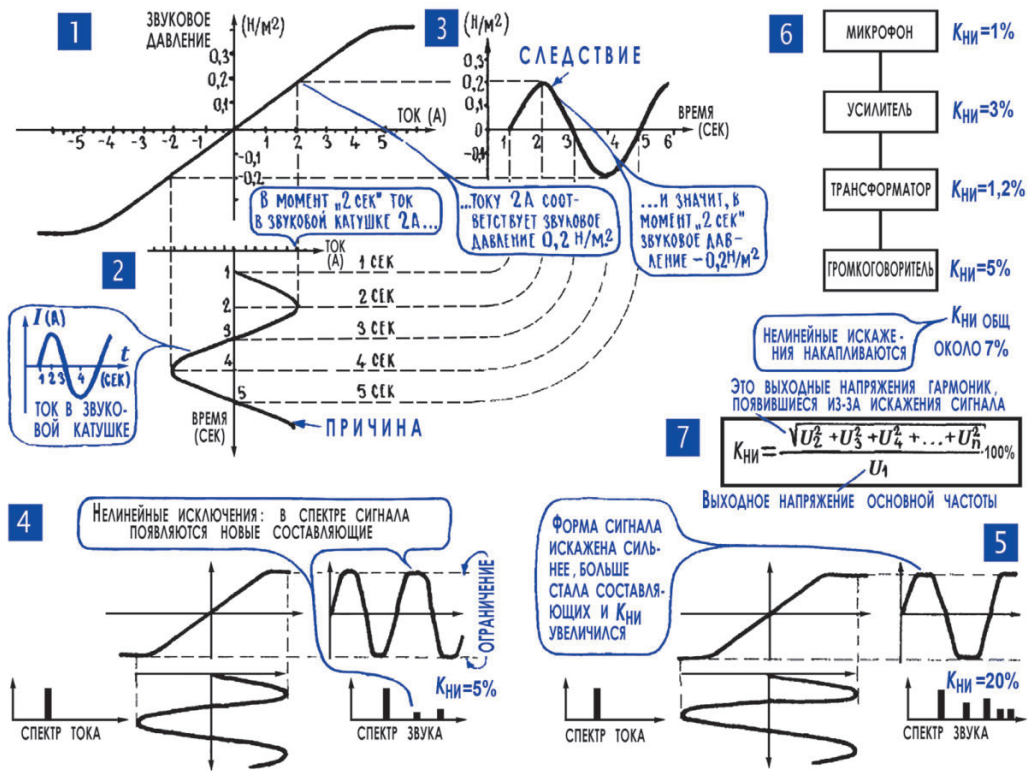

Рис. 8.7. Искажения в громкоговорителе (динамике)
За основу берем характеристику «ток – давление» (рис. 8.6; 9, рис. 8.7; 1) именно она показывает, как зависит давление перед диффузором от тока в звуковой катушке, а значит, именно эта характеристика позволит узнать, каким будет звуковой сигнал, как будет меняться звуковое давление, если меняется ток.
К характеристике «ток – давление» пристыковываем график тока (рис. 8.7; 2), повернув его, положив его на бок с таким расчетом, чтобы ось тока этого графика совместилась с осью тока на характеристике «ток – давление» (рис. 8.7; 1). Эта операция – всего лишь стремление к удобству: теперь мы сможем легко и быстро от одного графика переходить к другому, для этого достаточно провести между ними короткую пунктирную линию. Отметим, например, что в момент 2 с ток в звуковой катушке равен 2 А, и тут же перейдем к характеристике «ток – давление», определим, что под действием тока 2 А громкоговоритель создаст звуковое давление 0,2 Н/м². И подведем итог – в момент 2 с перед диффузором будет давление 0,2 Н/м². Отсюда уже остается буквально один шаг до графика звукового сигнала. Пристыковав к характеристике «ток – давление» две перпендикулярные
оси (рис. 8.7; 3), будем определять звуковое давление для разных моментов времени и строить график звукового сигнала.
11. Нелинейные искажения: в спектре сигнала появляются посторонние составляющие. Совмещенные графики – характеристики «ток – давление», график тока и график звука – подробно рассказывают, как создается звуковой сигнал и каким он получается. Говорят они, в частности, о том, что частота звука равна частоте тока, что с увеличением амплитуды тока растет и амплитуда звукового сигнала, что характер изменения звука, форма его графика, в точности повторяет график электрического сигнала (рис. 8.7; 2, 3).
Этот последний вывод, однако, справедлив только в случае, если ток не выходит за пределы линейного участка характеристики «ток – давление». Если же ток заходит в область загибов этой характеристики, то прямая пропорциональная зависимость между током и давлением нарушается, и график звука уже становится непохожим на график тока (рис. 8.7; 4, 5). Такое искажение сигнала называется нелинейным.
12. Коэффициент нелинейных искажений показывает, какой процент общей мощности приходится на долю посторонних составляющих. Чтобы оценить, насколько же сильно искажается сигнал, можно просуммировать всю появившуюся «грязь», просуммировать мощность всех новых, никому не нужных составляющих и посмотреть, каков удельный вес этой мощности в выходном сигнале. Именно об этом и говорит коэффициент нелинейных искажений – $K_{\text{ни}}$. Чтобы определить его, на вход устройства (в данном случае речь идет о громкоговорителе, но, как мы скоро увидим, нелинейные искажения могут возникать и в других элементах электронной аппаратуры) подают чистую синусоиду, а на выходе отдельно измеряют мощность этой синусоиды и мощность гармоник, которые появились в результате нелинейных искажений. Определенное соотношение этих мощностей (рис. 8.7; 7), выраженное в процентах, и есть коэффициент нелинейных искажений $K_{\text{ни}}$. Чаще $K_{\text{ни}}$ выражают не через мощности, а через звуковое давление, от которого, как известно, и зависит мощность звука.